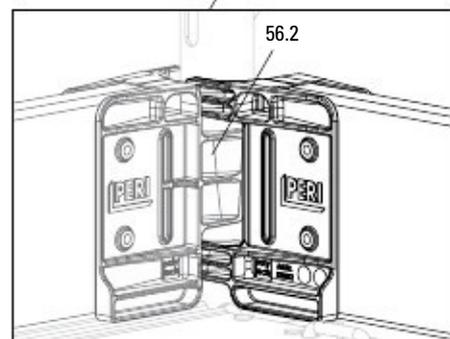

Fig. A3.06a
-При ъглите завъртете ограничителите така, че задържащите планки (56.2) на крайните части да се захванат една в друга. (Fig. A3.06a)